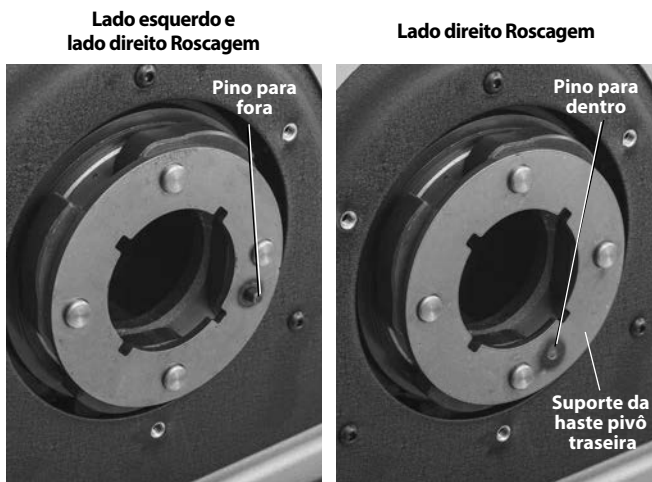

Figura 25B – Suporte da haste pivô traseira - Colocação do pino
- c. Retire os E-clips e o suporte da haste articulada traseira (Figura 25B).
- d. Posicione a haste articulada traseira de forma a que o pino fique virado para fora e volte a instalar (Figura 25B).
- g. Para converter para apenas roscagem do lado direito, vire o suporte da haste articulada traseira de forma a que o pino fique virado para dentro e volte a instalar (Figura 25B).